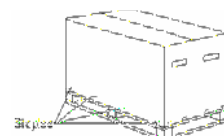

Fig.4-1 Chair Base Section Carton
(1) Enlevez toutes les agrafes fixées sur le carton ou coupez le juste au-dessus des agrafes. Enlevez le carton. (Fig.4.1)